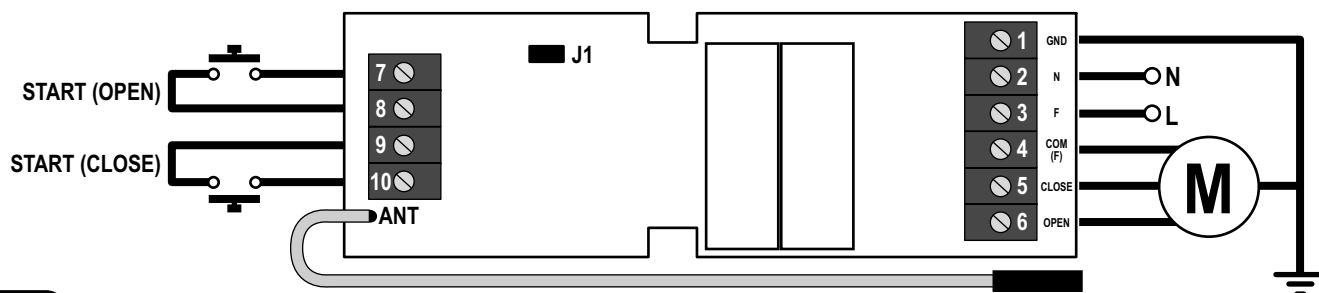

Fig.1
O quadro eléctrico está configurado para trabalhar com 2 botões (Fig. 1).
1. Ligar o botão como indicado na Fig. 1.